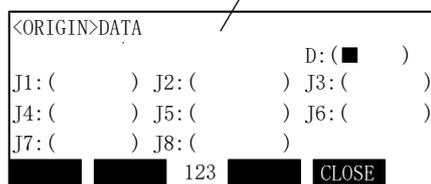

图 5-11: 原点数据履历表与轴的对应
输入前述第 71 页的“(1) 原点数据的确认”中确认的值。原点数据履历表的值与输入轴的对应如图 5-11 所示。